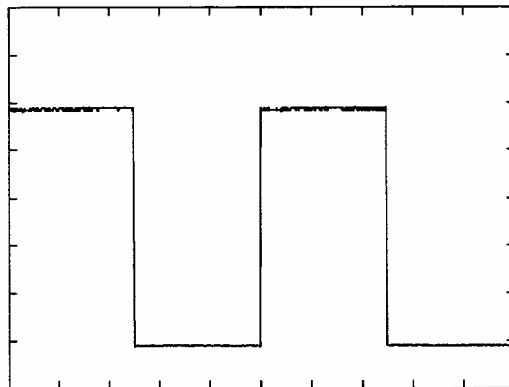

Figure 10 : Compensation basse fréquence correcte
- Raccorder la sortie PROBE (35) à l'une des entrées CH1 (36a) ou CH2 (33a) en utilisant une sonde de mesure de rapport 1/1 ou 1/10.
- Sensibilité CH1 (5) ou CH2 (11) : 1 V/div. (1/1) ; 100 mV/div. (1/10)
- Vitesse de balayage (23) : 0,2 ms/div.
- Source de déclenchement (25) ou (26) : CH1 ou CH2
- Mode de déclenchement (21) : AUTO (led allumée)
- Si nécessaire, faire un cadrage vertical à l'aide de la commande POSITION (7) ou (12) et stabiliser la trace au moyen du potentiomètre LEVEL (17).
- Régler la compensation basse fréquence de la sonde afin que le plateau de l'impulsion soit horizontal (figure 10).